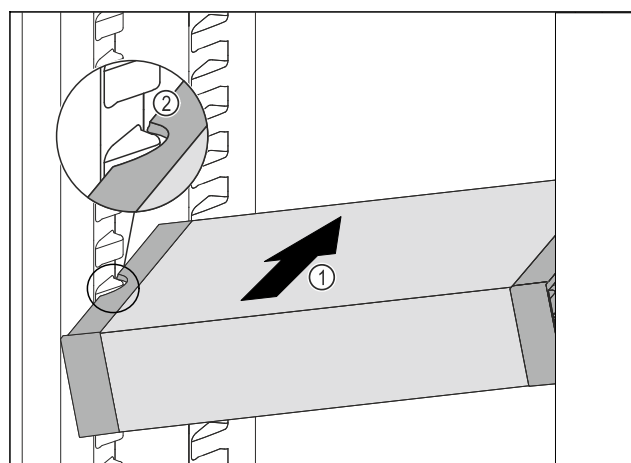

Fig. 114
- Lükake VarioSafe'i kaldu jahutusosasse Fig. 114 (1), kuni VarioSafe'i külgmised väljalõiked Fig. 114 (2) asuvad jahutusosas anumaribi kõrgusel.